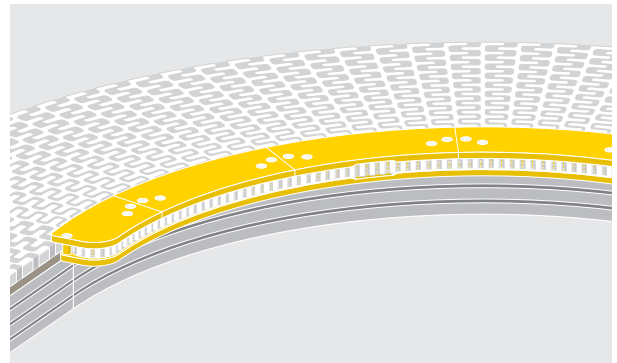
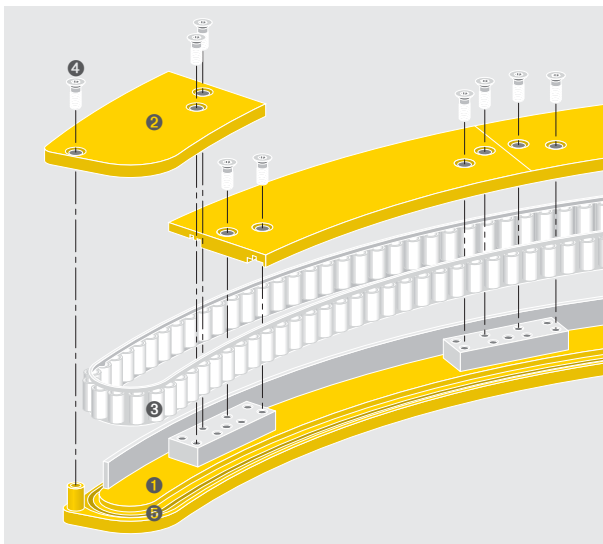

Abbildung 3.1.1 – Ansicht vom Innenradius der Kurve
Abbildung 3.1.2
Die deniroll® Kurvenabstützung ist ein Rollenelement zur horizontalen Abstützung von kurvengängigen Modulbändern in der Innenkurve (Abb. 3.1.1). Die umlaufenden Rollen werden in einem Rollenband (3) gehalten, das in beiden Führungsplatten (1 und 2) in einer Nut (5) geführt wird (Abb. 3.1.2). Der gezeigte Aufbau ist exemplarisch und kann bei gleichem Funktionsprinzip in konstruktiver Hinsicht abweichen.